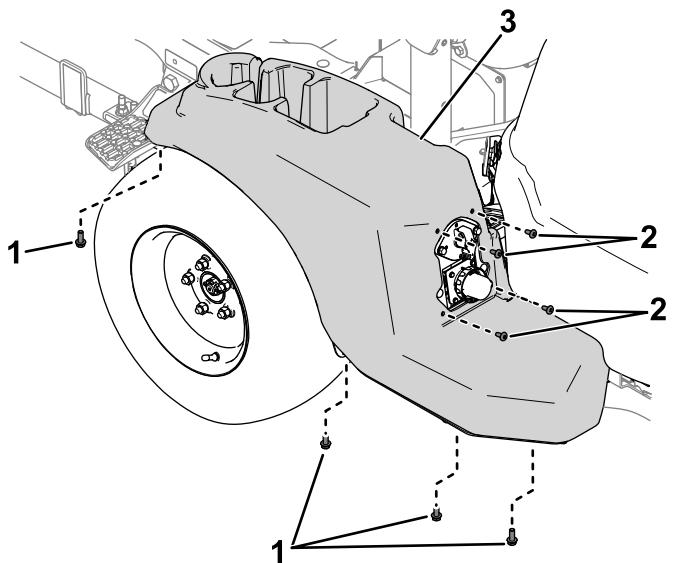

Figura 1
1. Remova os parafusos que prendem a cobertura do lado esquerdo da máquina (Figura 1) e remova a cobertura.